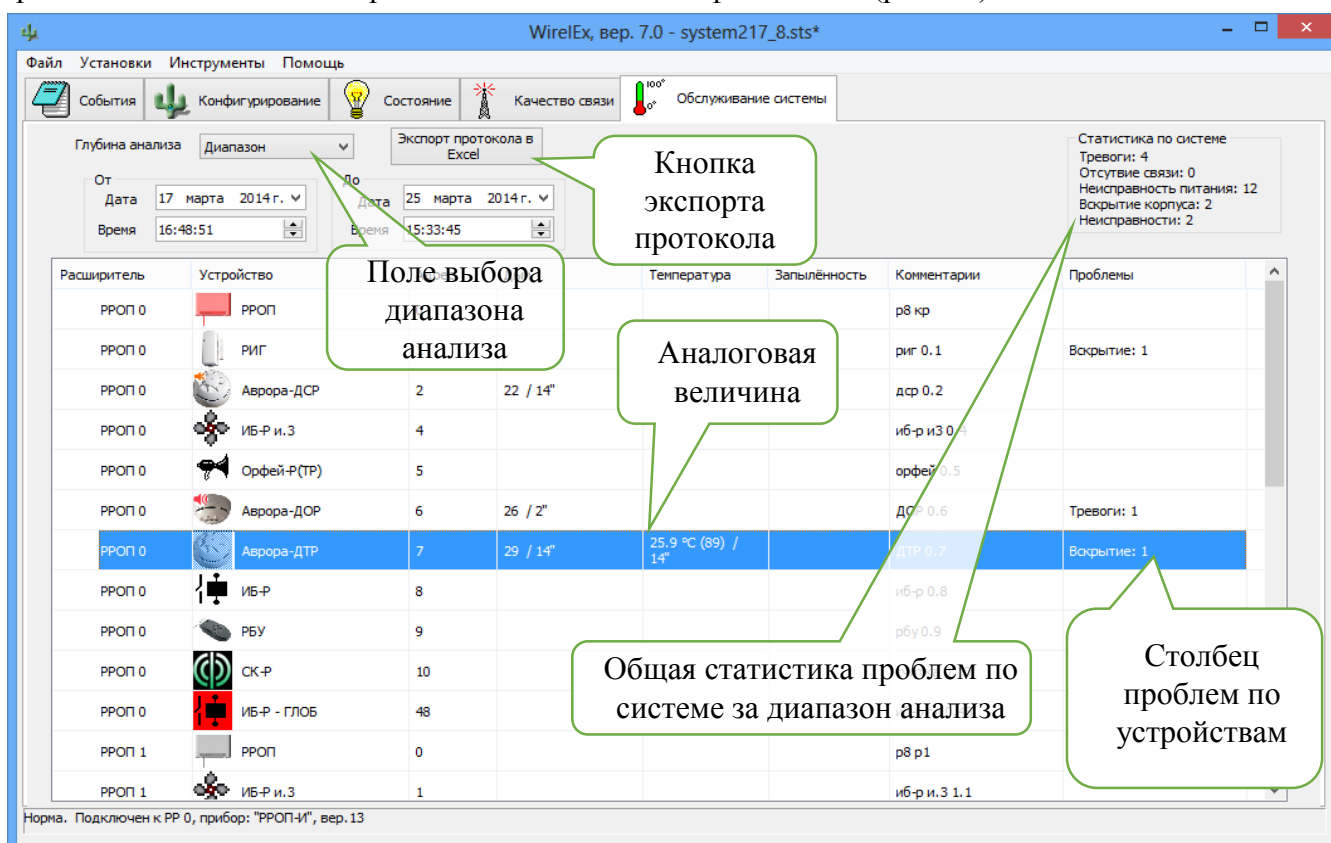

Рис. 18
В случае если требуется получить уровень сигнала от дочернего устройства связанного с расширителем, не являющимся РР-КР (номер расширителя отличен от "0"), для получения данных о качестве сигнала от дочернего устройства следует включить опцию "Отправка уровней сигналов от всех расширителей"5 или "Отправка уровней сигналов от РР X" (Рис. 18), где X – номер расширителя, являющегося родительским для данного дочернего устройства. Периодичность обновления информации о качестве связи с дочерним устройством, в случае если дочернее устройство связано с расширителем, не являющимся РРКР, не может быть менее 5 минут. Включение опции "Отправка уровней сигналов" увеличивает радиотрафик системы, поэтому ее не следует включать без необходимости.
**Вкладка "Обслуживание системы"** предназначена для выявления и анализа проблем в радиосистеме на основе протокола событий и лог-файла RSSI (рис. 18).